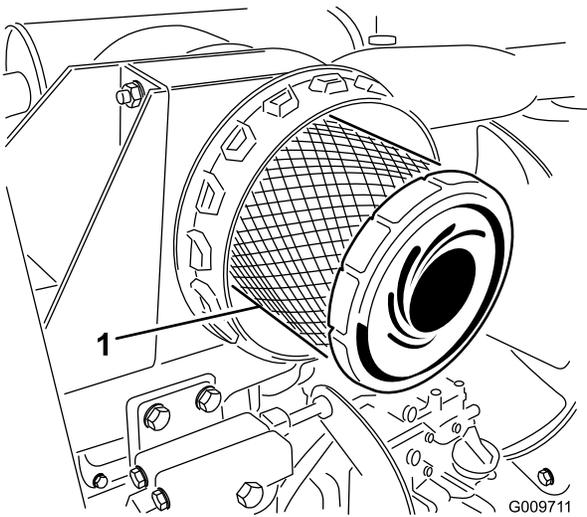

Рисунок 56
4. Снимите и замените фильтр первичной очистки (Рисунок 56).